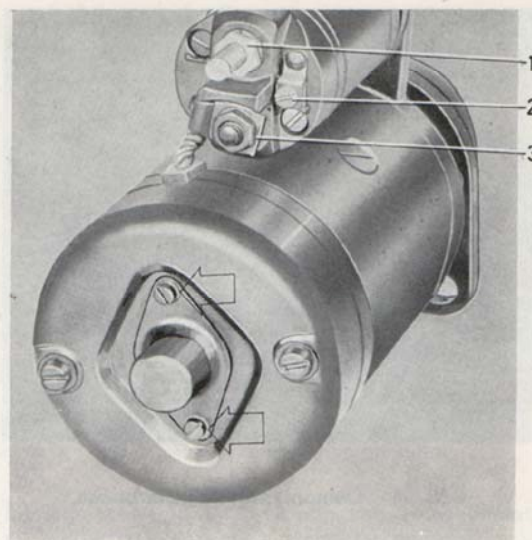

Bild 42. Startmotor.
1. Lossa den lilla kåpan över främre axeländan. Bild 42.